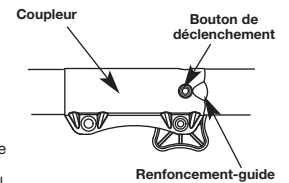

Fig. 1
2. Appuyez sur le bouton de déclenchement et maintenez-le enfoncé (Fig. 1).
REMARQUE: alignez le bouton de déclenchement avec le renforcement-guide pour faciliter l'installation (Fig. 1).